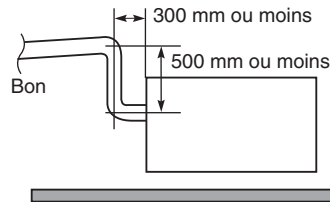

Fig. 3-11
- S'il est nécessaire d'augmenter la hauteur du tube de vidange, la section directement après l'orifice de connexion peut être surélevée d'un maximum de 500 mm. Ne pas la surélever de plus de 500 mm; cela pourrait entraîner des fuites d'eau. (Fig. 3-11)